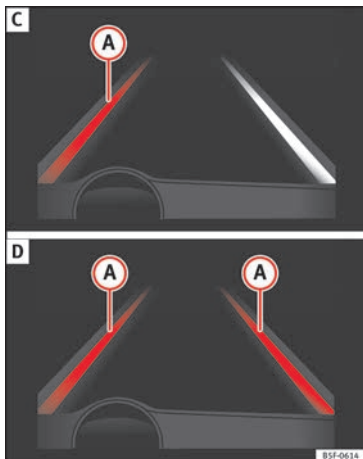

Fig. 198 Sul display del quadro strumenti: indicazione sul display del dispositivo di assistenza per il mantenimento della corsia (esempio 2).
- Il dispositivo è operativo, la linea evidenziata **A** indica il rischio di oltrepassare involontariamente la linea di demarcazione della corsia e sta agendo sullo sterzo per correggere la traiettoria »» **fig. 198 C**.
- Le due linee evidenziate **A** si accendono quando entrambe le linee di demarcazione della corsia sono state rilevate e la funzione di guida al centro della corsia è attiva »» **fig. 198 D**.